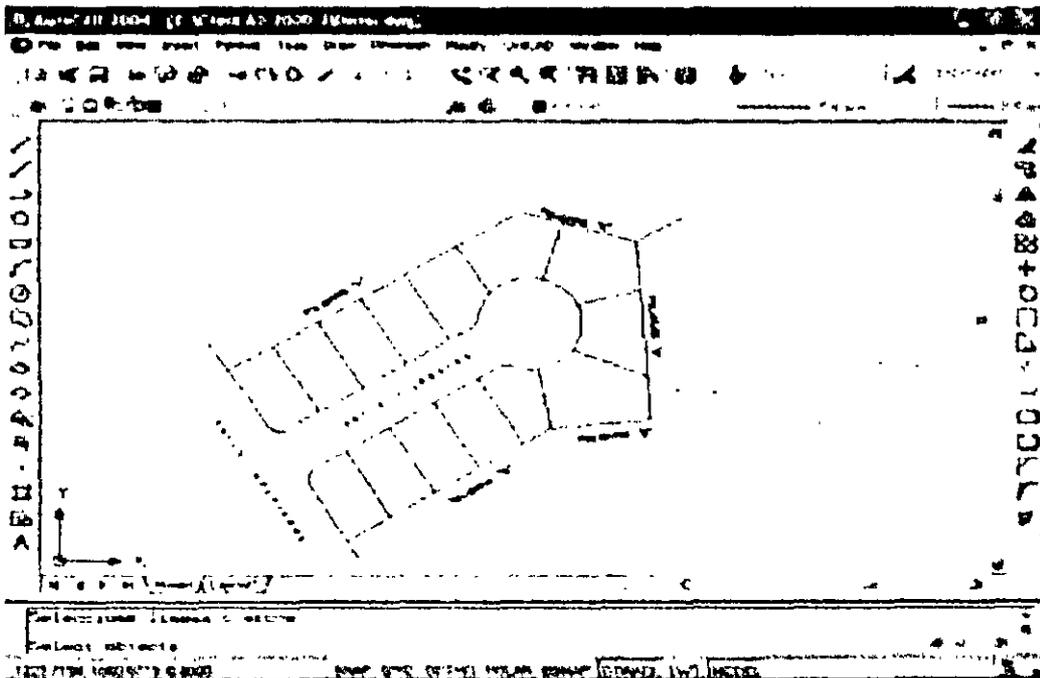

Fig. 10: Introducción de nombres en colindancias
2. Escoja "Indicar colindancia" del menú. Indique el nombre correspondiente por cada lado del polígono. Puede seleccionar varias líneas y arcos a la vez. (fig. 10)